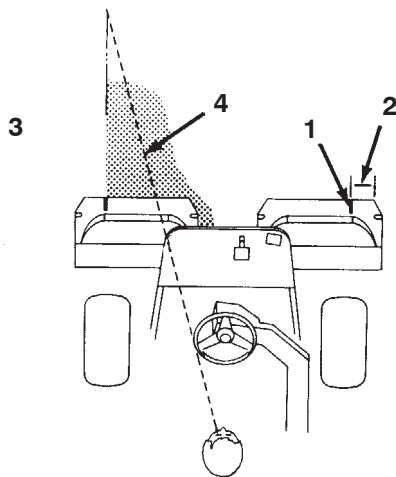

Figure 39
3. Minimisez le chevauchement de la passe précédente lors de la passe de retour. Pour vous aider à conserver une ligne droite en travers du green et à maintenir la machine à égale distance du bord de la passe précédente, établissez une ligne de vision imaginaire en environ 1,8–3 m en avant de la machine jusqu'au bord de la partie non coupée du green (Fig. 39). Certains trouvent qu'il est utile de faire passer la ligne de vision par le bord extérieur du volant, c.-à-d. de maintenir le bord du volant aligné avec un point qui est toujours éloigné de la même distance par rapport à l'avant de la machine.